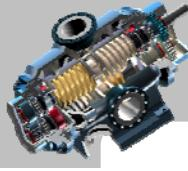

图 7.2.20 “分析定义”对话框
Step2. 系统弹出图 7.2.20 所示的“分析定义”对话框，在该对话框中进行下列操作：
(1) 输入分析(即运动)名称。在该对话框的“名称”文本框中输入分析名称，或采用系统默认名。
(2) 选择分析类型。选取分析类型为“位置”。
(3) 调整伺服电动机顺序。如果机构装置中有多个伺服电动机，可单击对话框中的 **电动机** 标签，在弹出的界面中调整伺服电动机顺序。因为本例中只有一个伺服电动机，所以不进行本步操作。
(4) 定义动画时域。在图 7.2.20 所示的“分析定义”对话框的 **图形显示** 区域进行下列操作：
① 输入开始时间 0 (单位为秒)。
② 选择测量时间域的方式：选择 **长度和帧频** 方式。
③ 输入结束时间 50 (单位为秒)。
④ 输入帧频 10。
(5) 定义初始位置。在图 7.2.20 所示的“分析定义”对话框的 **初始配置** 区域中，选中 **当前** 单选项。